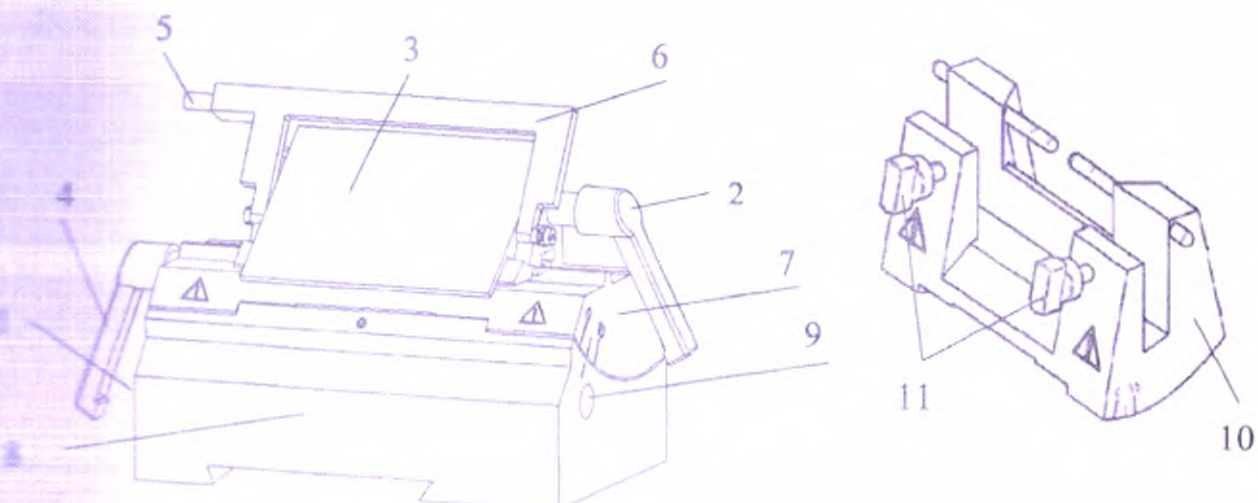

Рисунок 4. Установка держателя стального ножа, держателя лезвия и его основания
| Рисунок 4, (1)  | Ручка основания держателя для лезвий         |
| Рисунок 4, (2)  | Ручка зажима лезвия                          |
| Рисунок 4, (3)  | Прижимная пластина                           |
| Рисунок 4, (4)  | Ручка зажима                                 |
| Рисунок 4, (5)  | Толкающий стержень                           |
| Рисунок 4, (6)  | Защитный щиток лезвия                        |
| Рисунок 4, (7)  | Держатель лезвий KD-E1                       |
| Рисунок 4, (8)  | Основание держателя лезвия и ножа            |
| Рисунок 4, (9)  | Регулировочный винт                          |
| Рисунок 4, (10) | Держатель ножа микротомы KD-N1               |
| Рисунок 4, (11) | Поворотные ручки для фиксации стального ножа |
- Поверните ручку основания держателя для лезвий (Рисунок 4, (1)) против часовой стрелки.
- Установите основание держателя лезвия (Рисунок 4, (8)) на V-образный блок на основании прибора.
- Перемещением по V-образному блоку вперед/назад отрегулируйте положение основания (Рисунок 4, (8)).
- Поверните ручку основания держателя для лезвий (Рисунок 4, (1)) по часовой стрелке, заблокируйте основание держателя лезвия (Рисунок 4, (8)).
- С помощью шестигранного ключа ослабьте регулировочный винт (Рисунок 4, (9)) на основании держателя лезвия. Установите сам держатель лезвия (Рисунок 4, (7)) на основание держателя лезвия (Рисунок 4, (8)), одновременно отрегулируйте угол резки. После регулировки на соответствующий угол резки, заблокируйте регулировочный винт (Рисунок 4, (9)) на основании держателя лезвия.
- Для регулировки держателя одноразового лезвия, отпустите ручку зажима (Рисунок 4, (4)), переместите держатель одноразового лезвия вправо/влево до необходимого положения на основании держателя лезвия (Рисунок 4, (8)). Заблокируйте ручку зажима (Рисунок 4, (4)).
- При установке лезвия, отпустите ручку зажима лезвия (Рисунок 4, (2)) для одноразового лезвия, вставьте лезвие в паз, заблокируйте ручку зажима лезвия (Рисунок 4, (2)), чтобы зафиксировать лезвие в этом положении прижимной пластиной (Рисунок 4, (3)).
- При замене лезвия, сначала отпустите ручку зажима лезвия (Рисунок 4, (2)), оденьте защитный щиток лезвия (Рисунок 4, (6)), затем нажмите на толкающий стержень (Рисунок 4, (5)), чтобы удалить лезвие из паза.
**Внимание:** перед заменой исследуемого образца и после завершения работ на микротоме, следует зафиксировать ручной маховичок и надеть защитный щиток (Рисунок 4, (6)) на лезвие или стальной нож. Для каждого держателя лезвия есть защитная рамка, которой полностью можно закрыть режущую кромку лезвия.
- С помощью шестигранного ключа ослабьте регулировочный винт (Рисунок 4, (9)) на основании держателя лезвия. Снимите держатель лезвия (Рисунок 4, (7)) с основания (Рисунок 4, (8)).
- Поместите держатель стального ножа KD-N1 (Рисунок 4, (10)) на основание держателя лезвия (Рисунок 4, (8)), перемещайте держатель стального лезвия, пока отметка не совпадет с центральной линией, а затем заблокируйте его. Угол резки можно отрегулировать; Рекомендуемый угол: 30°.
- После регулировки на соответствующий угол резки, заблокируйте регулировочный винт (Рисунок 4, (9)) на основании держателя лезвия.
- При установке стального ножа, вставьте его в паз сбоку, затем закрутите две поворотные ручки (Рисунок 4, (11)), чтобы зафиксировать его. Положение ножа можно регулировать перемещением вправо/влево.